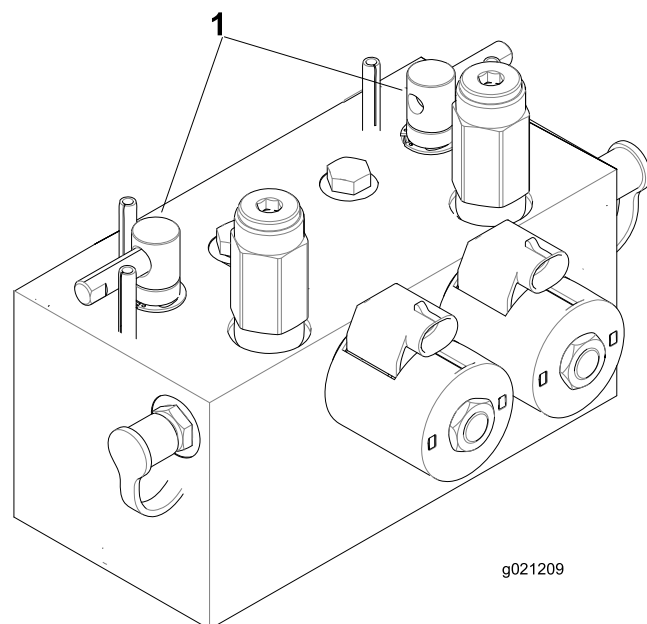

Figura 72
- Sbloccate il sedile ed alzate per esporre le leve di lappatura (Figura 72).
- Selezionate le leve di lappatura anteriore, posteriore o entrambe per stabilire gli elementi da lappare (Figura 72).